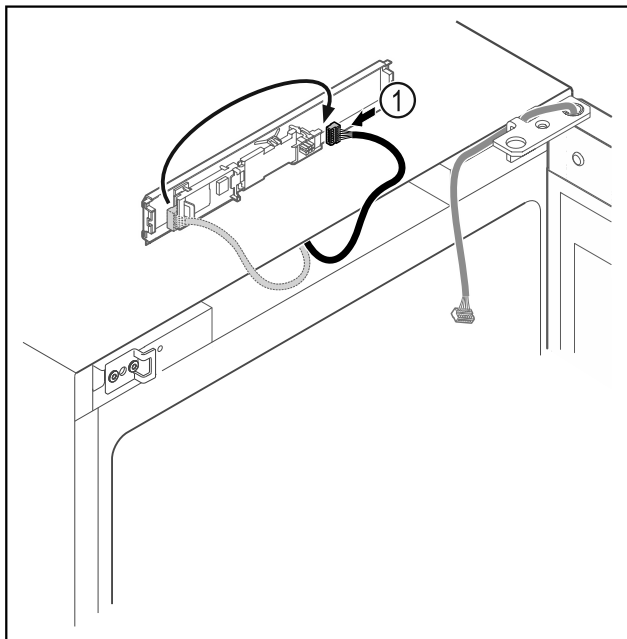

Fig. 20
- Pārbaudiet spraudni Fig. 20 (1) uz shēmas plati.